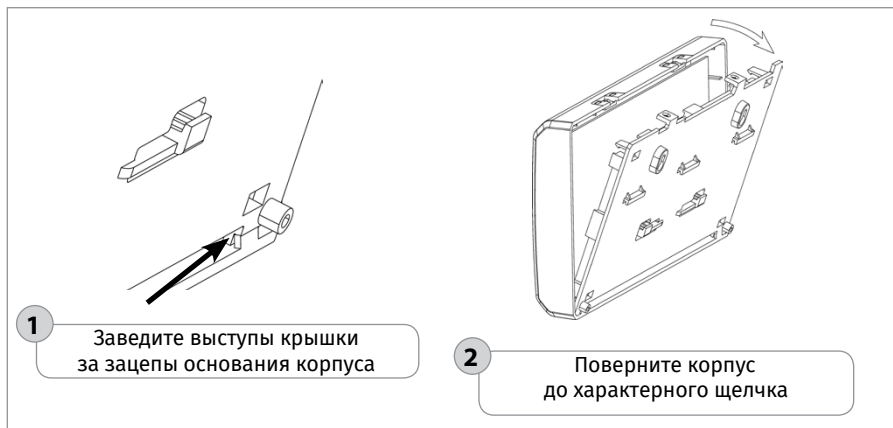

Рисунок 17. Установка крышки блока Сигнал-20П
2.6. Установите крышку Сигнал-20П в порядке, указанном на Рисунок 17 соответственно. Установите крышку Сигнал-20П исп.01 и Сигнал-20М в порядке, обратном порядку снятия.